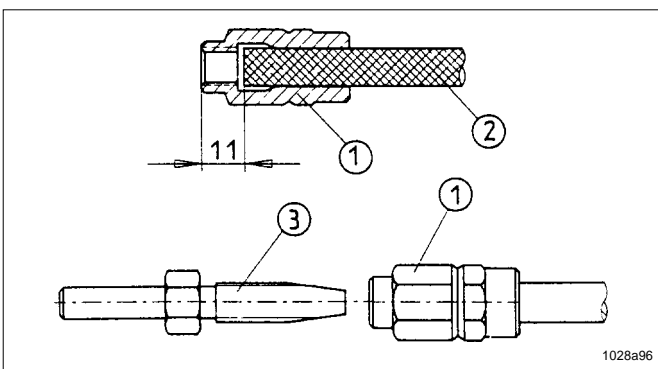

Fig. 37 – Prémontage des douilles filetées et des embouts pour tuyau sur la conduite principale
- \* Monter la douille filetée 1, Fig. 37, sur le tuyau polyamide haute pression en la tournant à gauche jusqu'à obtenir la cote de 11 mm, comme représenté ci-contre.